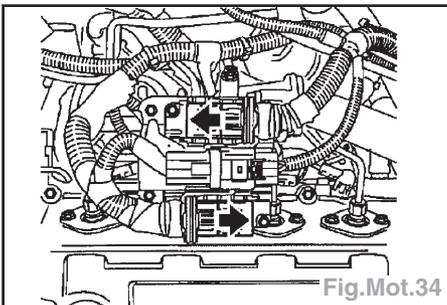

Fig.Mot.34
- le faisceau du système de gestion du moteur (Fig.Mot.34),